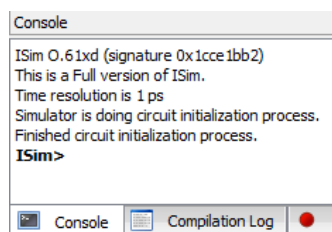

Figura 55.- Consola o ventana de comandos.
- La *Ventana Console* (Figura 55) permite ver información generada por ISim, a la vez que se utiliza para introducir comandos que permiten controlar la simulación. Por esto, a esta ventana también se le denomina ventana de comandos.